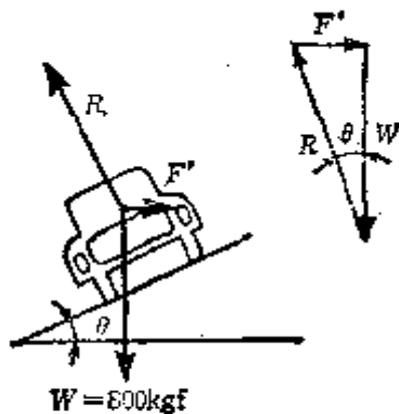

图 1.30
**【解答】** 如图1.30所示，因为汽车重量 $W$ 、与马路相垂直的法向反力 $R$ 、离心力 $F'$ 三力平衡。所以